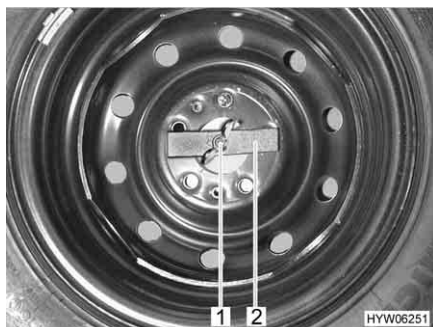

Fig. 211 Ruota di scorta nel gavone di coda
- Svitare manualmente il dado ad alette (Fig. 211,1) e rimuoverlo.
- Rimuovere la barretta di compressione (Fig. 211,2).